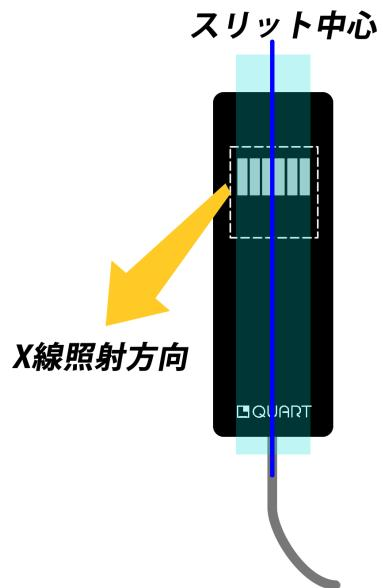

図 6-2
- 検出器はスリット・開口部の中心と、検出器の中心を合わせてください。（図 6-2）
- 検出器の検出窓開口部は、X 線照射方向に向けてください。（図 6-2）